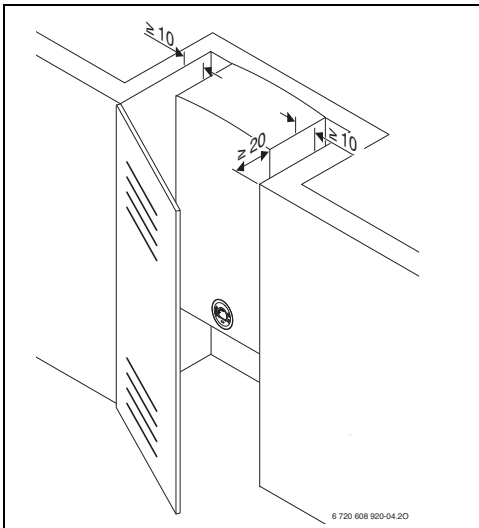

Fig. 17 Distancias mínimas (mm)
- ▶ Respetar las medidas mínimas de instalación indicadas en el Fig.17.
- ▶ Asegurar un buen acceso para los trabajos de mantenimiento, respetando las distancias mínimas indicadas en la Fig. 17 .